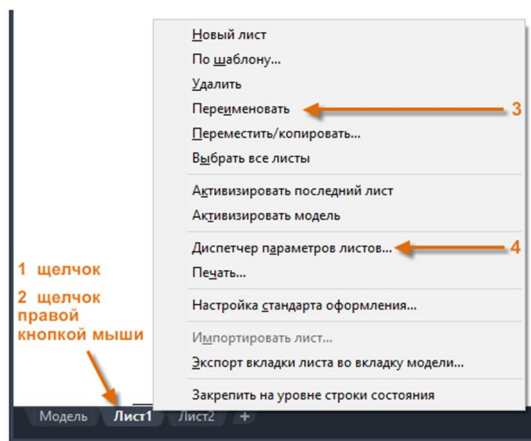

Рисунок 5.7 – Налаштування аркушу
Після відкриття вкладки аркуша (1) в першу чергу потрібно клацнути по ній правою кнопкою миші (2) та змінити його назву (3) на назву креслення (рис. 5.7).